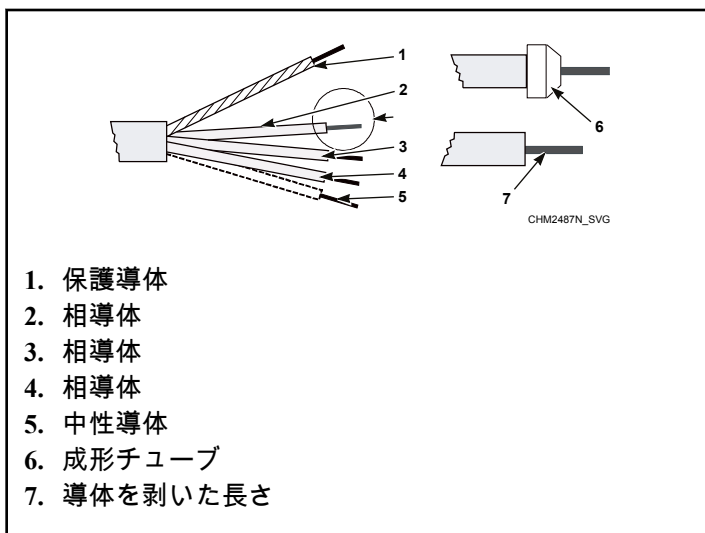

図 25
- 導体端を剥き出しにします。図 25 を参照してください。保護導体は、ケーブルが誤って引っ張られたときに保護導体が切断されるので、長くする必要があります。